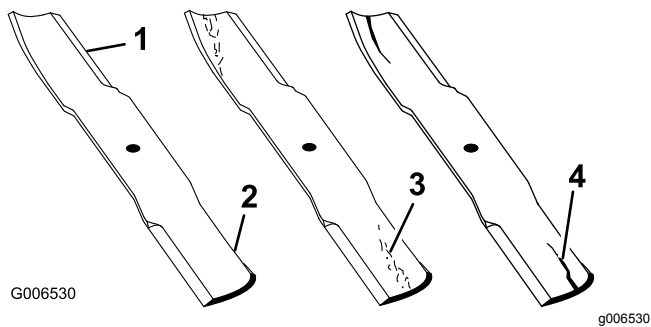

Figura 91
- Inspeccione los filos de corte (Figura 91).
- Si observa fisuras, desgaste o la formación de una ranura en esta zona, instale de inmediato una cuchilla nueva (Figura 91).